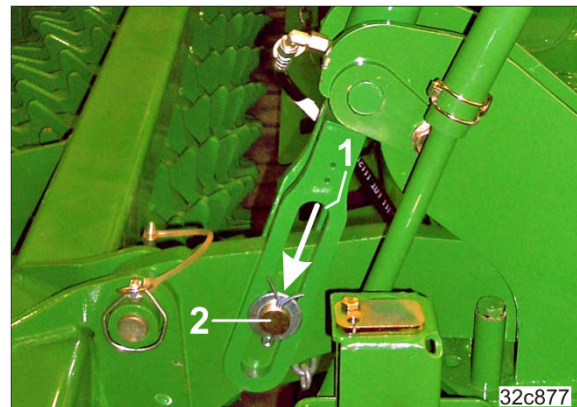

Fig. 111
- Die Gabel (Fig. 111/1) drückt auf den Bolzen (Fig. 111/2) und fixiert den Tragarm.